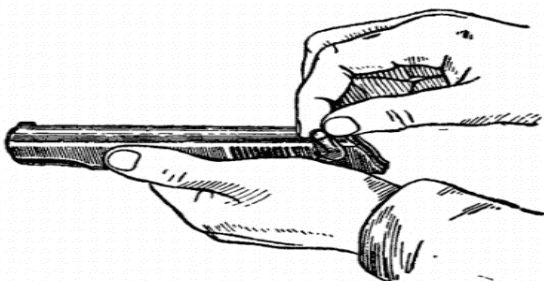

Рис. 20. Присоединение предохранителя к затвору
3. Присоединить ударник и предохранитель к затвору. Взять затвор в левую руку задним концом к себе и вложить ударник в канал затвора так, чтобы его срез в задней части был обращен к гнезду для предохранителя. Большим и указательным пальцами правой руки вставить предохранитель в гнездо затвора (рис. 20) и повернуть его флажок вниз до отказа.